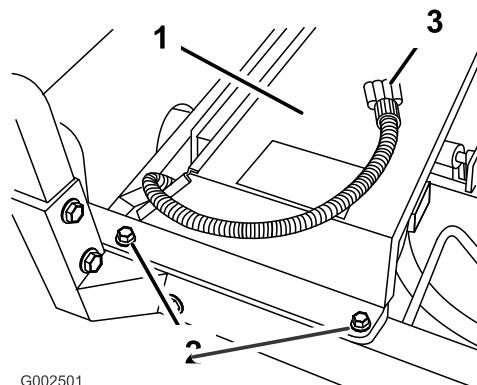

図 19
2. ラジエターの上からラジエター・カバーを取り付ける（図 19）。